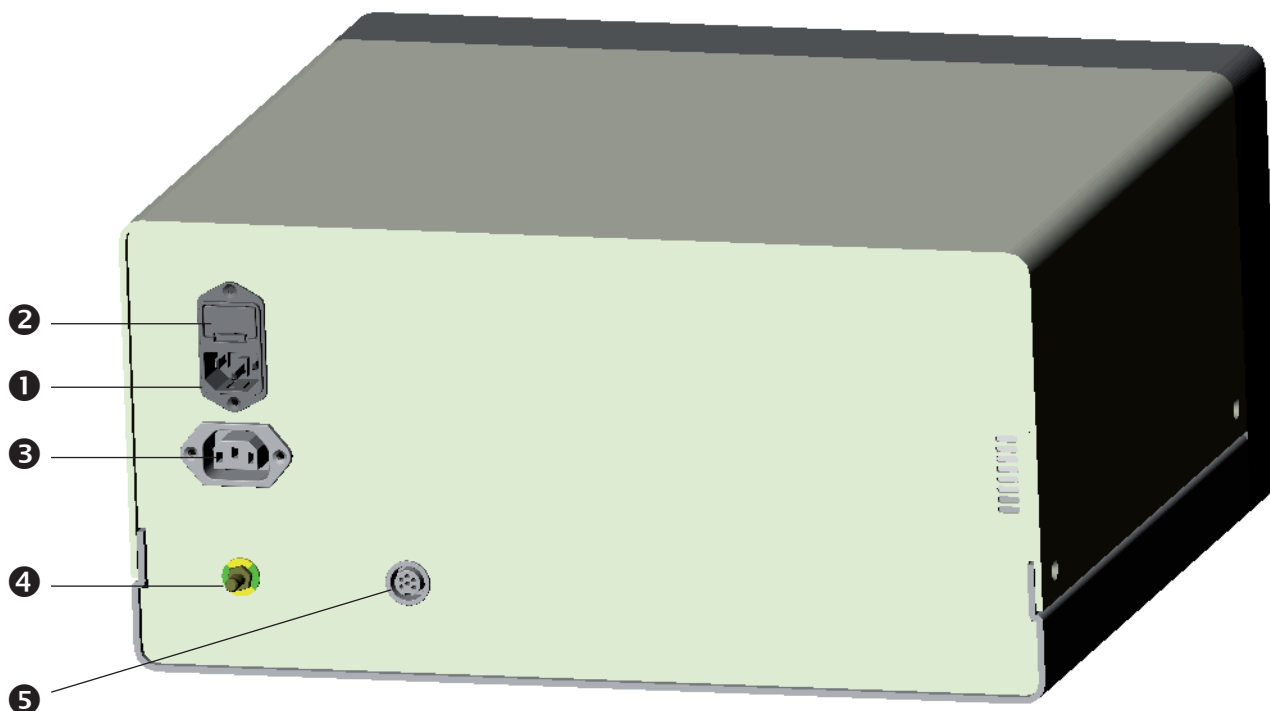

Fig. 3. **ATMOSAFE** vista posteriore
Questa connessione deve essere effettuata con l'uscita ausiliaria (❸, Fig. 3) sul retro dell'**ATMOSAFE**. L'**ATMOSAFE** è ora controllato elettronicamente dall'applicazione chirurgica tramite un connettore ISA (Internal Synchronous Activation), ora è possibile l'auto attivazione. Ciò significa che l'evacuatore di fumi parte nel momento in cui si attiva l'applicazione chirurgica.
Solo applicazioni chirurgiche compatibili possono essere collegate alla presa elettrica ausiliaria (❸, Fig. 3).
- Controllare se il voltaggio mostrato nel porta fusibili (❷, Fig.3) è in accordo con il valore del voltaggio elettrico principale, quindi collegare l'**ATMOSAFE** alla rete.